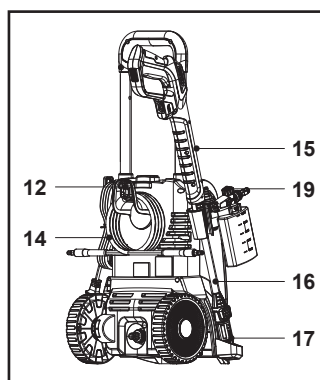

Fig. 22
3. Enrouler le tuyau haute pression (14) et le suspendre au support du tuyau haute pression (12) ; ranger le pistolet de pulvérisation (15), la lance télescopique (16), la buse pour flacon de détergent (19) et la buse (17/18) (Fig. 22).
4. Toujours transporter la machine à l'aide de la poignée de transport (1) et des roues arrière (8).